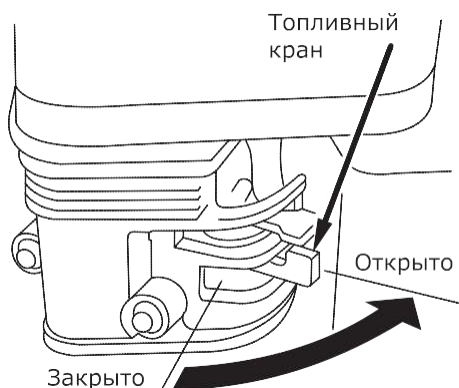

Рис. 9
- Поверните топливный кран в положение «Открыто» (рис. 9).